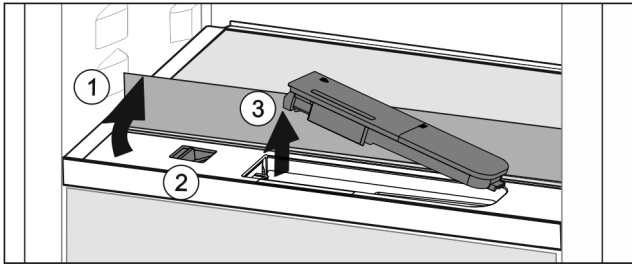

Fig. 104
- ▶ Sollevare il ripiano di vetro e ribaltarlo all'indietro fino all'arresto Fig. 104 (1).
- ▶ Spostare il cursore Fig. 104 (2) a sinistra.
- ▶ Rimuovere il serbatoio dell'acqua Fig. 104 (3).